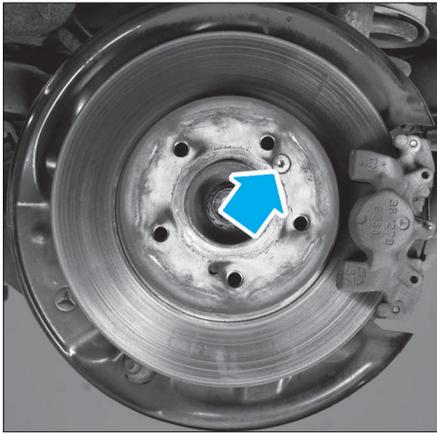

FIG. 6
- les vis (1) de fixation des disques de frein (Fig.6).